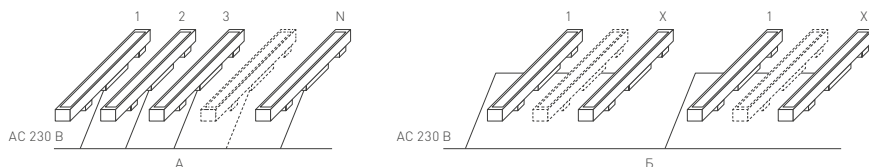

Рис. 2. Схемы подключения прожекторов (А — параллельное, Б — последовательно-параллельное).
3.3. Присоедините провода питания прожектора к обесточенной сети AC 230 В. Соблюдайте порядок подключения проводов: желто-зеленый — РЕ, «заземление», коричневый — L, «фаза»; синий — N, «ноль». Допустимые схемы подключения показаны на рис. 2.